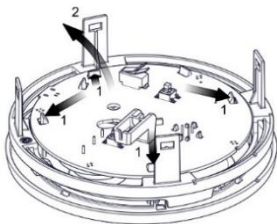

Figure 15
4. Dégagez la carte de circuits imprimés des loquets de maintien (*voir Figure 15*).